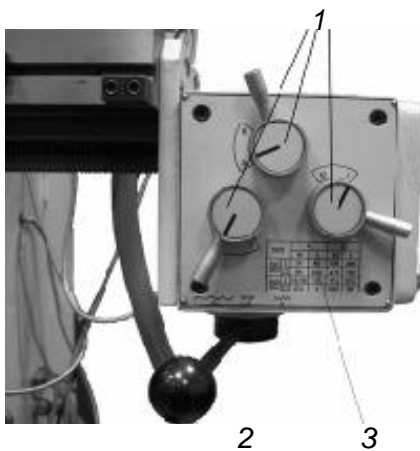

Рис.10
Поворотом трех рукояток (1) устанавливают требуемое значение автоматической подачи продольного перемещения фрезерного стола, Рис.10.